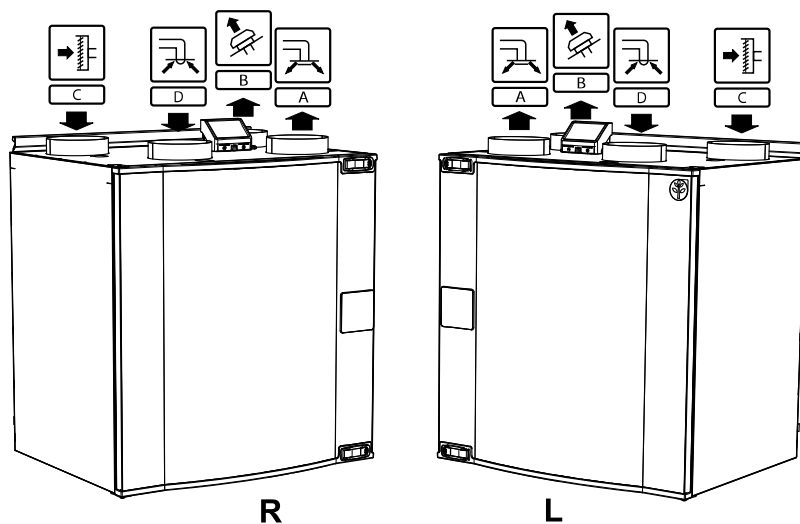

Рис. 2 Правосторонние и левосторонние модели
Вентагрегат SAVEVTC 300 представляет собой рекуперативную вентиляционную установку со встроенным противоточным пластинчатым теплообменником. Существуют правосторонние (R) и левосторонние (L) модели (рисунок 2). Они отличаются местоположением панели управления, которая у правосторонних моделей (R) находится справа, а у левосторонних моделей (L) слева.